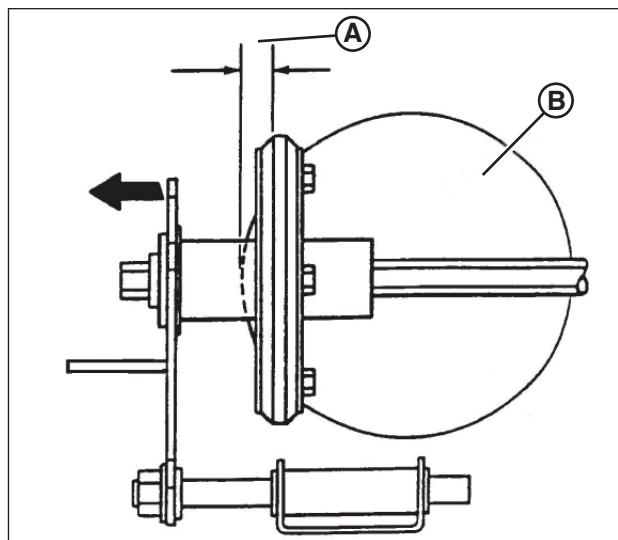

Figure 27: Bon réglage du disque entraîné
3. Glissez l'ensemble du disque entraîné à 1/8 po (3,18 mm) (**A**, **Figure 27**) du bord externe du disque d'entraînement (**B**).